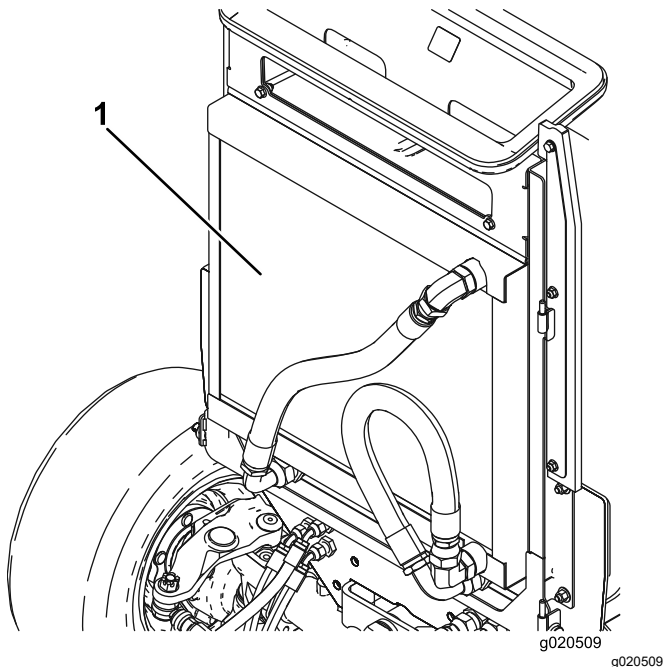

図 118
5. オイルクーラとラジエーターの裏表を圧縮空気で丁寧に清掃する 図 118。